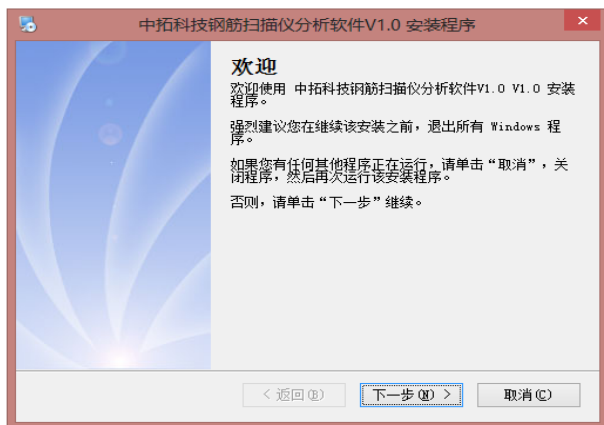
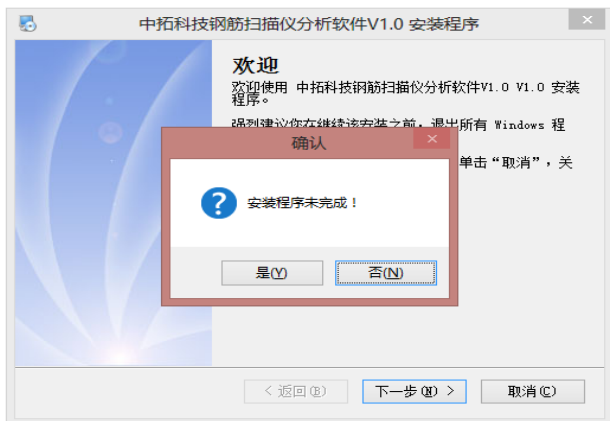
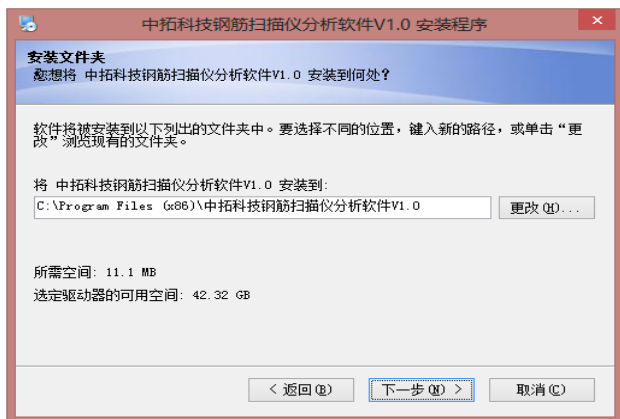
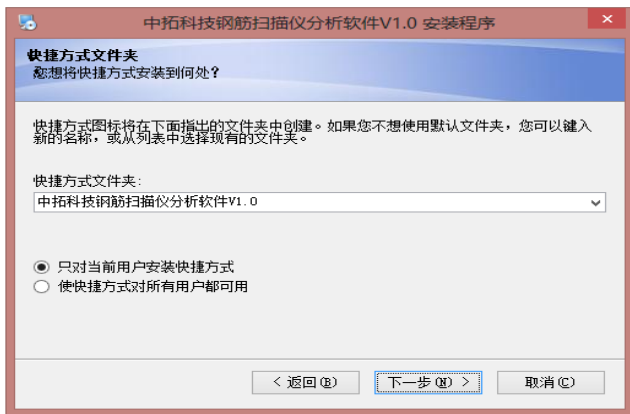

图 6-1-1
图 6-1-3
图 6-2-1
图 6-2-2
- 1、 打开安装光盘，双击中拓科技钢筋扫描仪分析软件文件夹中的 Setup 图标，计算机会先复制文件，复制结束后则会出现如图 6-1-1 的安装界面。点击 **下一步** 则进入图 6-1-1，此时可输入用户信息，不输入则点击 **下一步** 进入安装界面，点击 **取消** 则出现退出软件安装界面（如图 6-1-3），点击图 6-1-3 中的 **否** 返回图 6-1-1 的安装界面，点击 **是** 则软件退出安装。
2、进入图 6-2-1 安装界面，在此界面点击**更改**可以更改程序的安装路径，点击**下一步**进入 6-2-2，点击**返回**则返回图 6-1-1 界面，点击**取消**则如图 6-1-3 界面。进入图 6-2-2 点击**下一步**则进入图 6-2-3，点击**下一步**进行安装。完成后，进入图 6-2-4，点击**下一步**进行 USB 驱动程序安装。